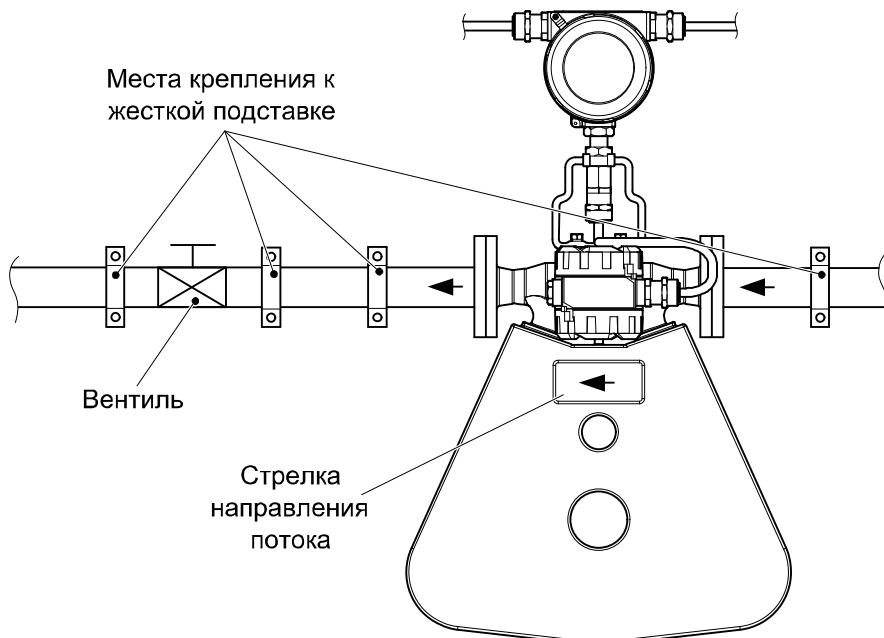

Рисунок 2.2 – Закрепление трубопровода в месте установки датчика.
- 1) Трубопровод должен быть надежно закреплен к стабильной базе в месте как ниже, так и выше по потоку относительно датчика (рисунок 2.2). Размещайте